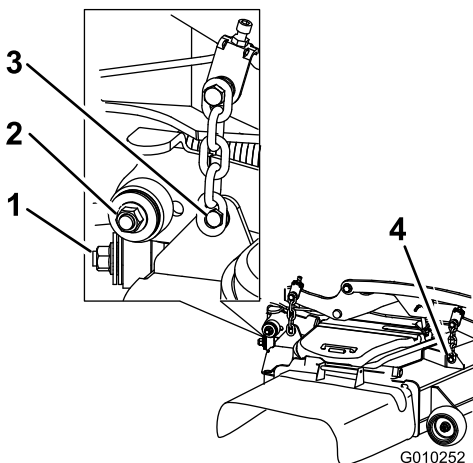

Figure 120
7. Enlevez et mettez de côté les fixations des deux côtés du tablier, comme montré à la Figure 120.